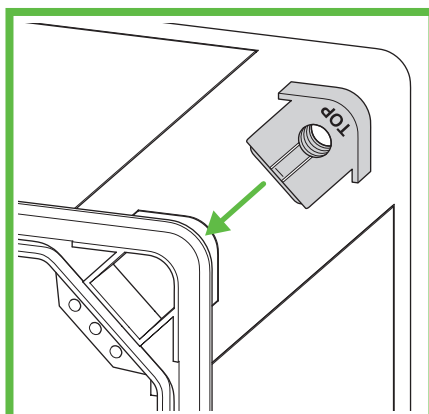
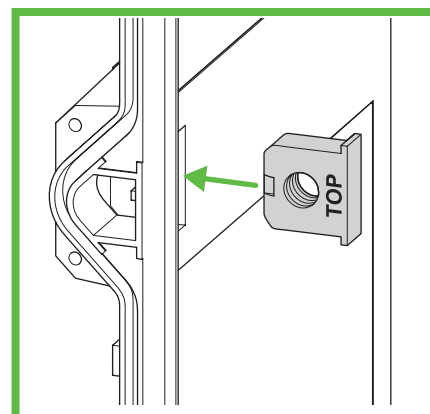

Fig. 8 : Montage de l'insert fileté (angle)
Fig. 9 : Montage de l'insert fileté (côté)
- ▶ Montez les inserts filetés (Fig. 8 et Fig. 9).